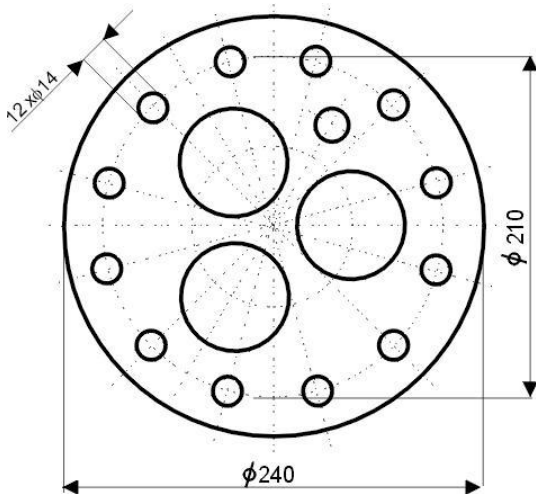

Рисунок 11
**Водонагреватель и бойлер необходимо оснастить универсальным электрическим нагревателем** с фиксированной или выбираемой мощностью нагревательных элементов. Нагревательный блок состоит из фланца, к которому приварен одна или три гильзы для керамических нагревательных элементов и патрон для датчиков регуляции (см. Рисунок 9, Рисунок 10, Рисунок 11). Блок закреплен 12 винтами М12 с шагом 210 мм. В кожухе электрооборудования размещен рабочий и защитный термостат, индикатор работы водонагревателя и проходная втулка подключающего провода.